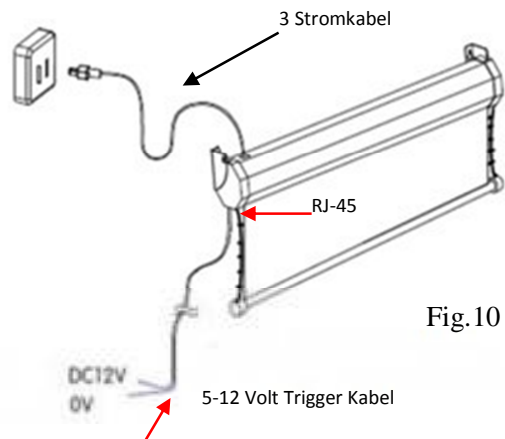

Fig.10
1. 5-12V Trigger (C, Fig. 10): Der 5-12V Trigger Eingang erlaubt es die Leinwand mit dem Projektor über einen 12V Ausgang zu steuern